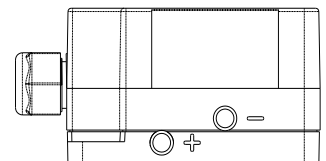

图 5
2. 软管连接。配件中提供了一条长 2m,内径 5.0mm 的塑料软管,可视现场情况裁减使用。建议用尽可能短的软管,连接上述连接附件和开关体上的压力接口。高压端接到“+”口,位于开关体的底部。低压端接到“-”口,位于开关体的中部,如图 5。